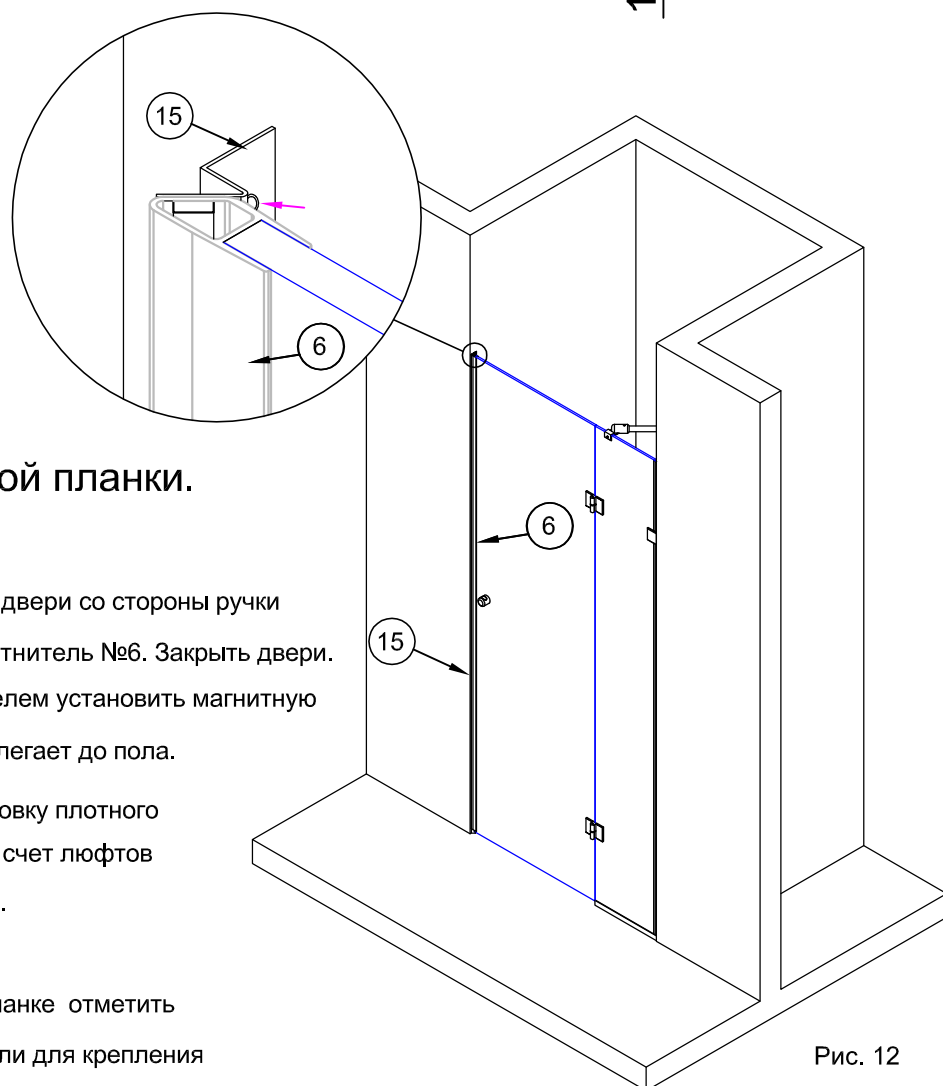

Рис. 12
5.1. При открытых дверях на торец двери со стороны ручки временно установить магнитный уплотнитель №6. Закрыть двери. Между стеной и магнитным уплотнителем установить магнитную планку №15 (рис.12). Низ планки прилегает до пола.